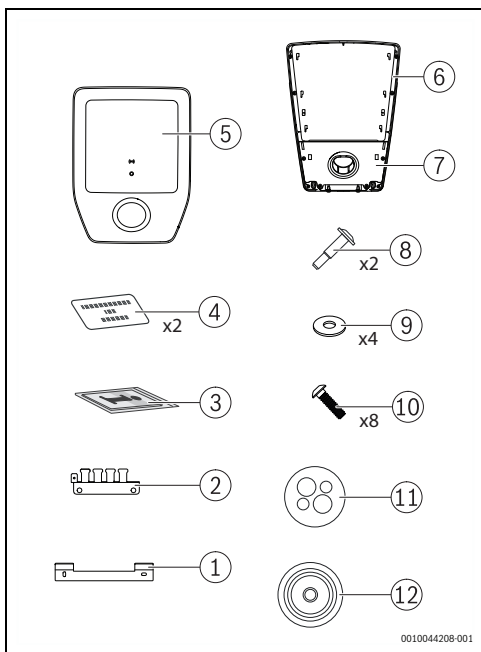

Fig. 97 Leveringsomfang
- ▶ Tag forsigtigt afdækningen [5] og dækslet med parkeringsholderen [7] af Power Charge 7000i (→ fig. 97, side 99).